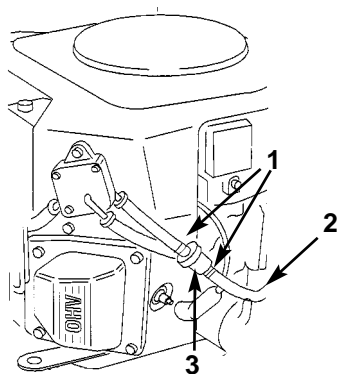

Figure 31
4. Pincer les extrémités des colliers de serrage et les éloigner du filtre (Fig. 31).